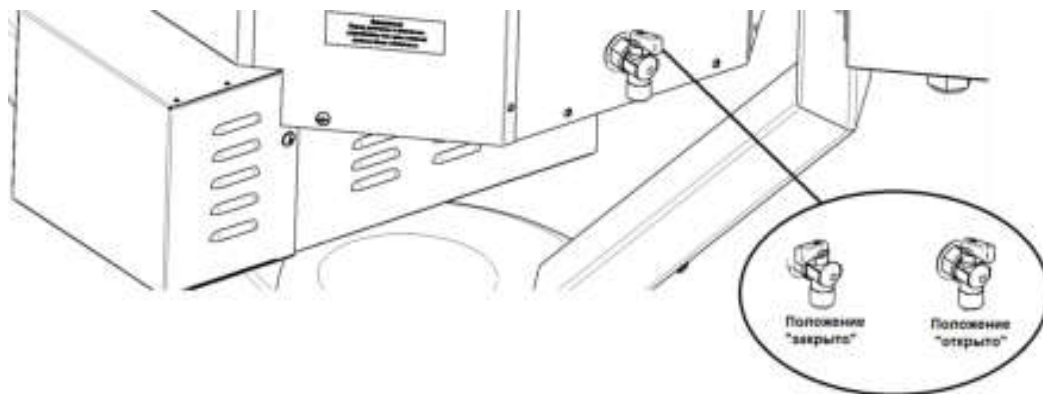
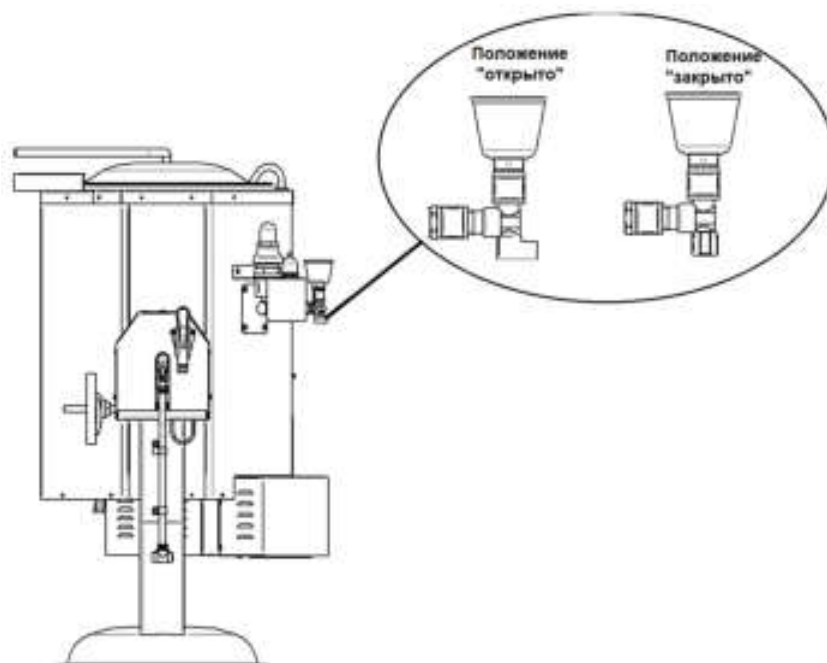

Рис. 6 Положение крана контроля уровня воды «рубашки»
Рис. 7 Положение крана заливной воронки
Установить кран контроля уровня воды «рубашки» в положение «открыто» (см. рис. 6);
Установить кран заливной воронки в положение «открыто» (см. рис. 7).
- ручку крана из положения рис. 6 поз. 1 перевести в положение рис. 7 поз 1;
- фиксатор крана рис. 7 поз. 2 вытянув в сторону до упора. Одновременно вытянуть механизм крана вверх;